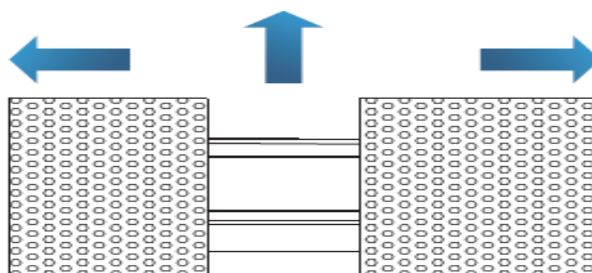
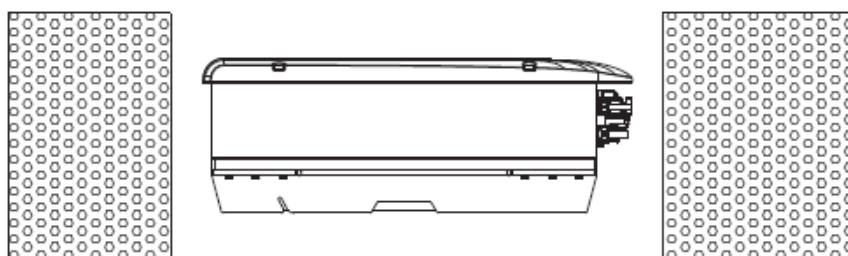

Figura 10 – Rimozione delle protezioni in polistirolo
Figura 11 – Estrazione dell'inverter dall'imballaggio
- 1) Aprendo l'imballaggio, inserire le mani nelle fessure di entrambi i lati dell'inverter e afferrare l'inverter, come mostrato nella Figura 10 e nella Figura 11.